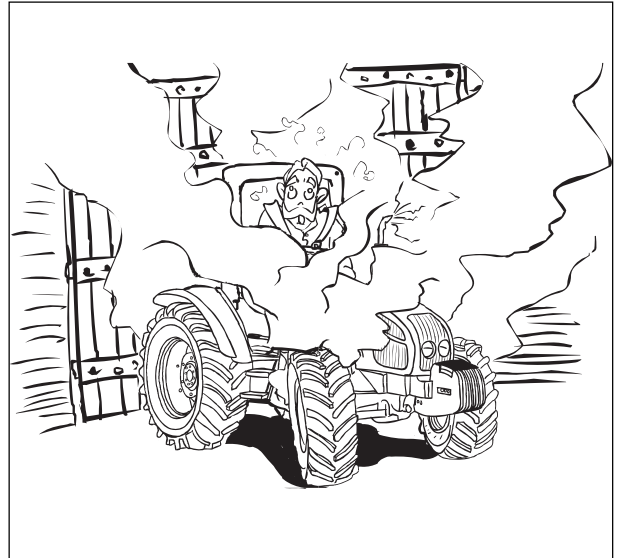

Fig. 2-10
**ADVARSEL:** Kontrollér, at der er tilstrækkelig udluftning, før du starter motoren. Start aldrig motoren i et lukket skur. Udstødningsgasserne kan forårsage kvælning (fig. 2-10).